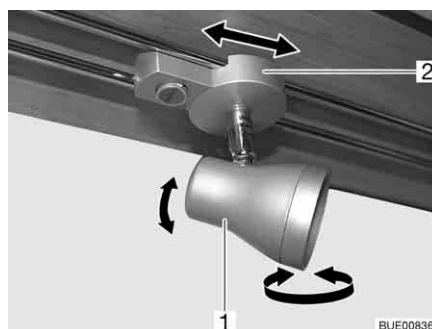

Bild 58 Spotleuchte
Drehen: ■ Gehäuse (Bild 58,1) fassen und drehen.
- Halterung (Bild 58,2) fassen.